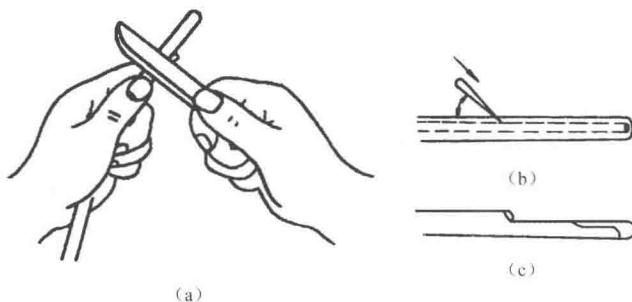

图 1-6 单芯护套线剖削方法
1) 剥削单芯护套线塑料绝缘层方法如图 1-6（a）所示。
①如图 1-6（b）所示，根据所需长度用电工刀以 45°角倾斜切入。
②接着如图 1-6（c）所示，刀面与线芯保持 25°角左右，用力向线端推削，注意不要切入芯线，剥去上面一层塑料绝缘。